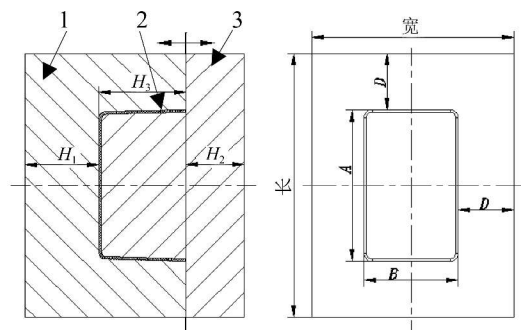

图1 模仁
1) 根据塑料产品的外形尺寸、高度、型腔排位方式, 可以确定模仁的大致外形尺寸, 如图1所示一模出一位。具体参考表1模仁各组成部分参数表中的数据, 确定动定模仁长度和宽度和高度尺寸。
由图1可见, 模仁长度方向尺寸: 长 = $A + 2D$; 模仁宽度方向尺寸: 宽 = $B + 2D$ 。